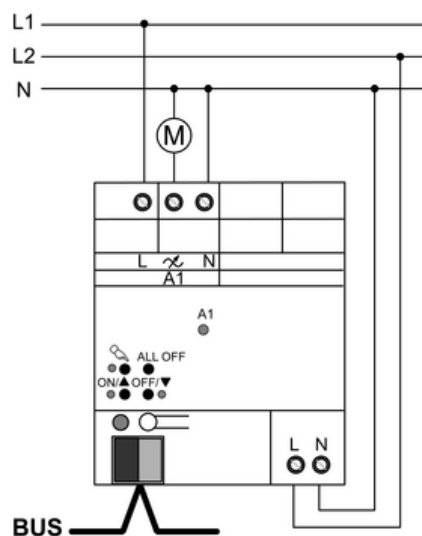

Bild 6: Enkel dimmeraktor - anslutning för varvtalsställardrift
- Anslut enheten enligt anslutningsexemplet (bild 6).